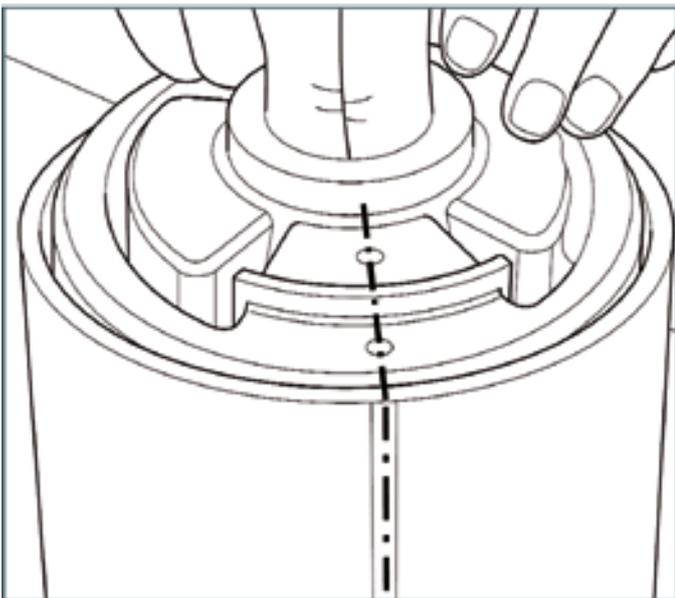

Abb. 4.36
2. Führen Sie die Ersatz-Drehzapfenbuchse in den Trichter "D" ein und richten Sie die Punkte der Drehzapfenbuchse mit der Markierungslinie am Trichter aus (Abb. 4.36).